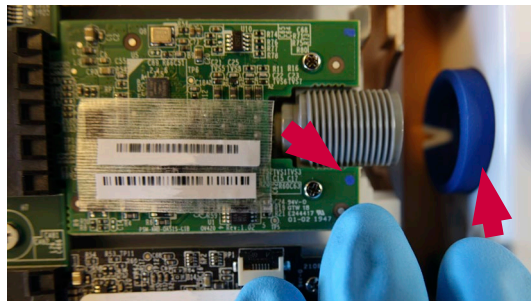

Afbeelding 23 Plaats een nieuwe VDI-plaat
d) Plaats de nieuwe VDI-plaat in de hoofdplaatconnector (afbeelding 23)